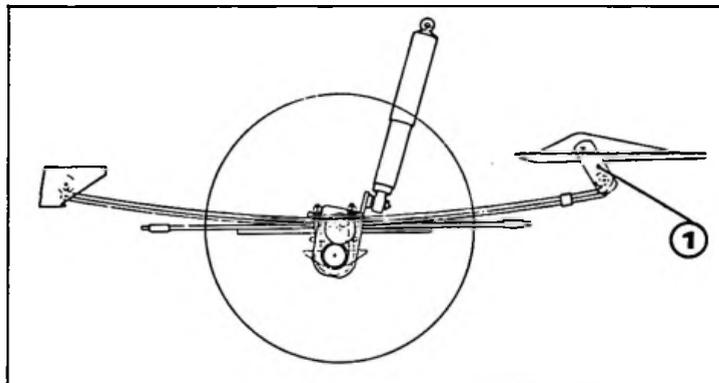

Fig. 1
**1° Déposer les deux jumelles arrière (1) gauche et droite (fig. 1) :**